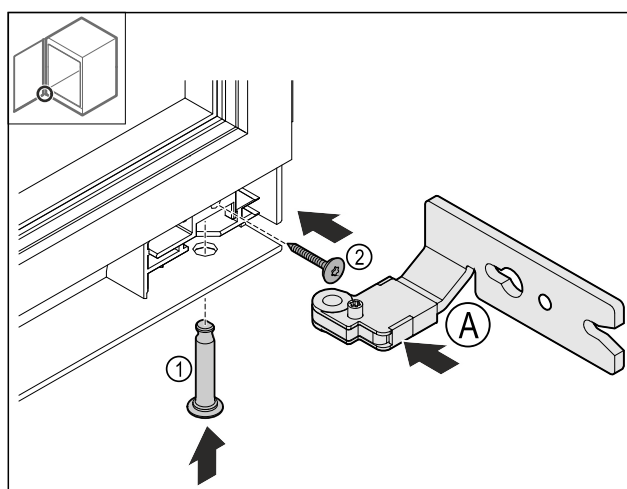

Fig. 24
- Поставете долната панта Fig. 24 (A).
- Вкарайте и задръжте болта Fig. 24 (1).
- Затегнете винта Fig. 24 (2).